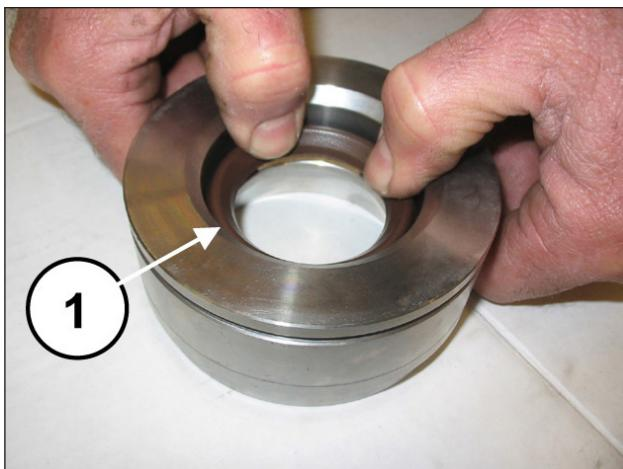

Fig. 136
Montar la anilla del cuello (pos. ①, Fig. 135), la junta de alta presión (pos. ①, Fig. 136) y la anilla restop (pos. ①, Fig. 137).